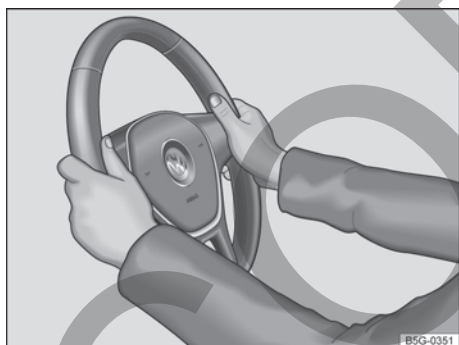

Fig. 64 En el volante: posición 9 y 3 horas.
- Ajustar la posición del volante de forma que pueda sostenerlo lateralmente por el borde exterior en las posiciones equivalentes a las 9 y a las 3 → fig. 64 con ambas manos y los brazos ligeramente doblados.
- Empuje la palanca ① siempre por su mango con firmeza hacia arriba después del ajuste, para bloquear la posición del volante.
- Durante la conducción, siempre sujete el volante con ambas manos lateralmente en el borde externo en la posición equivalente a las 9 y a las 3 → fig. 64, para reducir las lesiones provocadas por un disparo del airbag frontal del conductor.